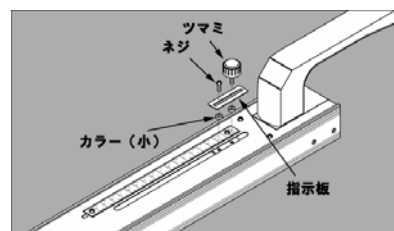

図 9
1. ツマミとネジ、カラー（小）を外してください。（カラーをなくさないよう注意してください）（図 9）